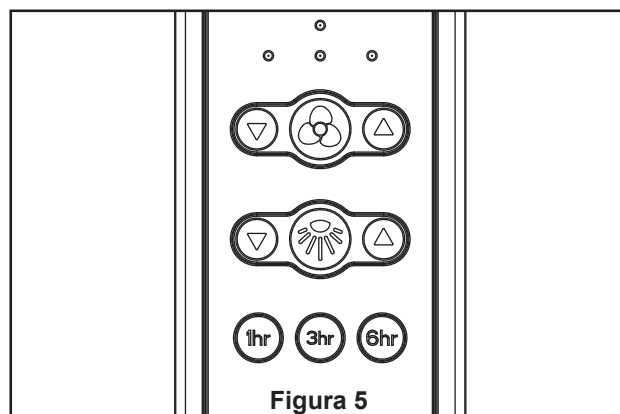

Figura 5
- ☐ 4. Una vez que se ha realizado la conexión, deslice el receptor en el soporte del colgador, teniendo cuidado de no pillar los cables. (Figura 5)
- ☐ 5. Instale la unidad de luz LED en la ernsamble de la placa de iluminación. Vuelva a colocar el los tornillos extraídos en el paso 3 y apriete todos los tornillos. (Figura 5)
- ☐ 5. Funciones del control remoto: (Figura 5)